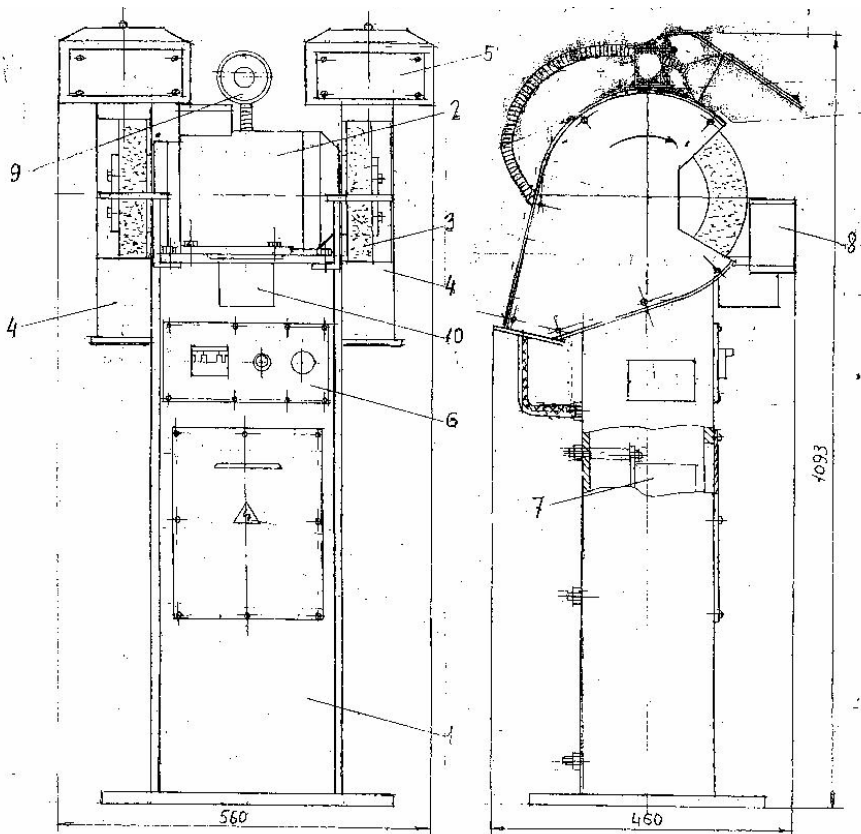

Рис. 1
6.1. Станок состоит из следующих основных частей (рис.1):